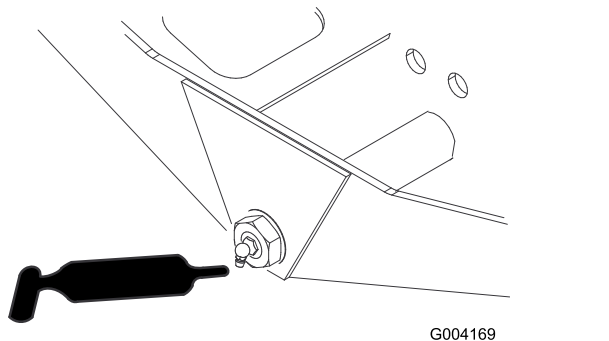

Figure 65
- Pivot de direction d'essieu (1)—Figure 65